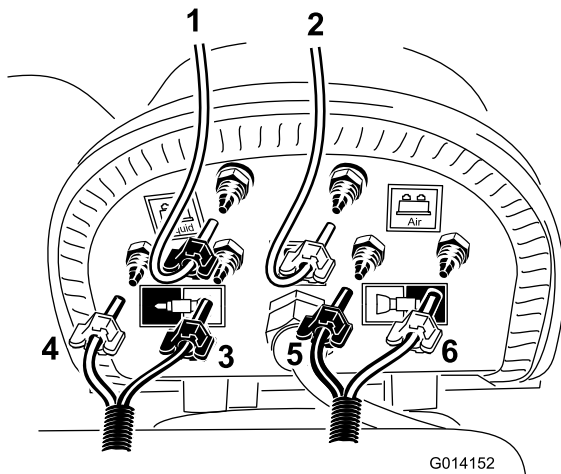

Figura 17
Nota: Instale o tubo transparente no dentado **azul** ou de água no compressor como se mostra em Figura 17. Utilize um grampo de tubo azul para prender ambos os tubos. A bainha da tubagem vai exigir maior divisão para acomodar o comprimento do depósito.
3. Localize o tubo curto, previamente cortado, e instale o tubo transparente no dentado restante na tampa do depósito como se mostra em Figura 17.
5. Localize o tubo de espuma localizado para a rampa esquerda e instale os tubos azul e branco nos locais mostrados em Figura 17.
6. Localize o tubo de espuma localizado para a rampa direita e instale os tubos azul e branco nos locais mostrados em Figura 17.